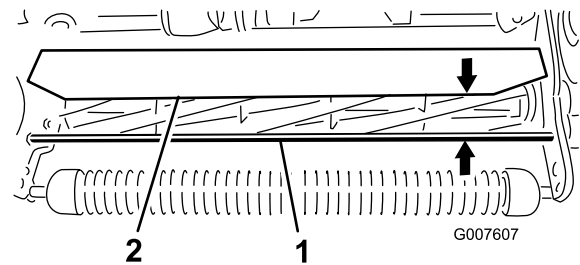

図 55
- 前サポートロッドの上面からシールドの前リップまでの距離をカッティングユニットの両端で測定する（図 55）。